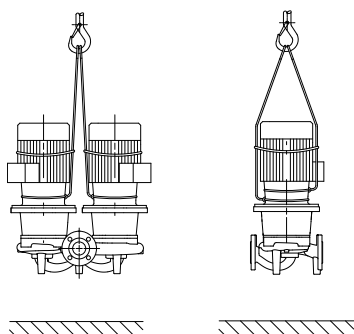

fig.6: Trasporto della pompa
- Gli occhioni per il trasporto sul motore servono solo per introdurre le cinghie del dispositivo di sollevamento (fig. 6).